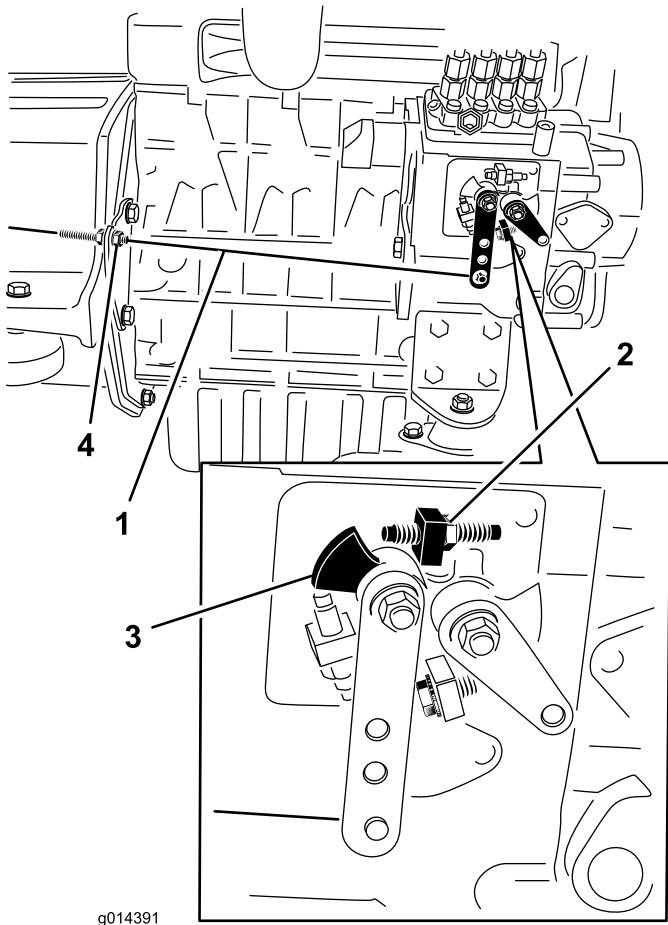

Figura 46
2. Compruebe la posición de la palanca de control de velocidad de la bomba de inyección de combustible del motor. La palanca de control de velocidad debe estar en contacto con el tornillo de alta velocidad cuando la palanca de control del acelerador está en la posición de Rápido (Figura 46).
3. Si es necesario, la posición de las contratuerca del cable de control del acelerador puede ajustarse hasta que la palanca de control de velocidad entre en contacto con el tornillo de alta velocidad cuando la palanca de control del acelerador está en la posición de Rápido (Figura 46).